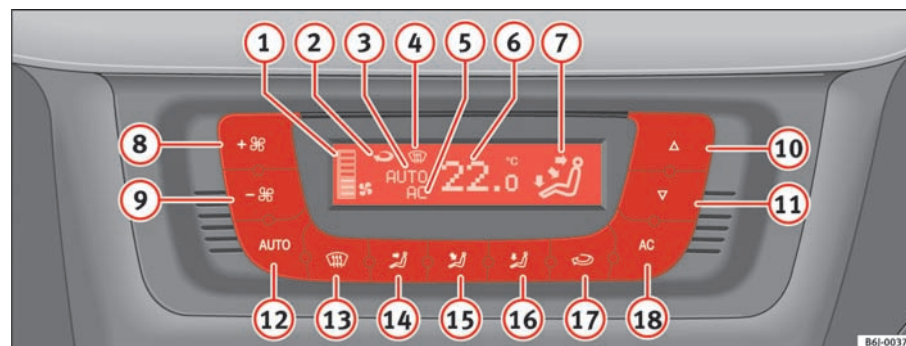

Fig. 89 På instrumentpanelet: betjeningslementer til Climatronic
- Drej kontakten til temperaturregulering ⇒ side 123, fig. 89 ⑩ for at indstille den ønskede temperatur.
- ① Blæserindikator.
- ② Symbol for recirkulation.
- ③ Visning **AUTO** (automatisk funktion).
- ④ Symbol for defrosterfunktion.
- ⑤ Visning AC (airconditionanlægget er tilsluttet).
- ⑥ Visning af den valgte kabinetemperatur.
- ⑦ Symbol for luftstrømmens retning.
- ⑧ Forøgelse af blæserhastigheden.
- ⑨ Reduktion af blæserhastigheden.
- Tryk på . Visningen kommer frem ⇒ side 123, fig. 89 ⑦.
- Tryk på en af knapperne ⇒ side 123, fig. 89 **14** til **16**, eller tryk blæserkontakten **8** og **9** ned. Visningen slukker **3**.
Blæseren kan indstilles med knapperne **8** og **9** ⇒ side 123, fig. 89. Hvis blæseren er afbrudt (der vises ingen blæsertrin **1** i displayet), og du holder knappen **9** nede, afbrydes Climatronic. **OFF** vises på displayet.
- Tryk på **20** for at aktivere eller deaktivere recirkulationsfunktionen. Når funktionen er aktiveret, bliver symbolet **21** ⇒ side 123, fig. 89 vist i displayet.